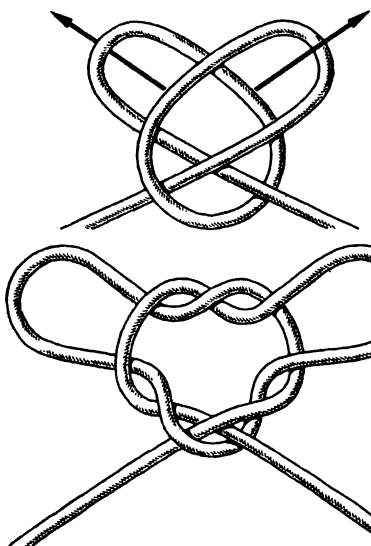

Рис. 79. Французский топовый узел
**Французский топовый узел** (рис. 79) Петли этого узла на топах мачт парусных кораблей служили для крепления бакштагов, которые ввязывали в них шкотовым узлом. Свободные концы узла связывали прямым узлом и таким образом получали третью петлю, которую использовали для крепления штага. Один узел одновременно крепил три снасти стоячего такелажа.